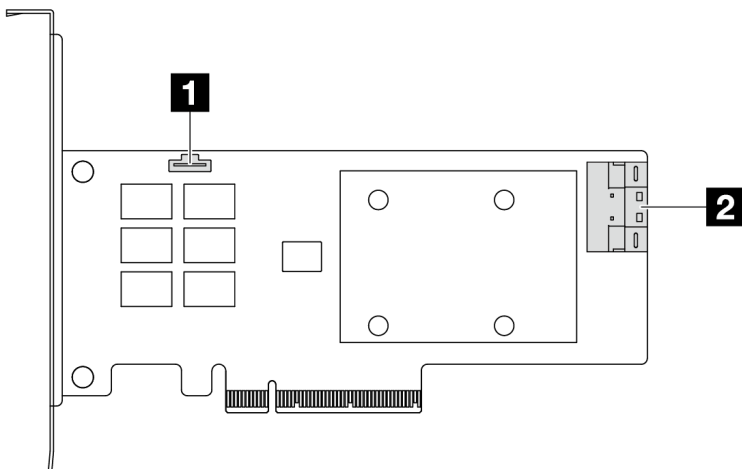

图 298. Gen 4 8i SFF RAID/HBA 适配器 (一个端口接口)
- 第 293 页图 298 “Gen 4 8i SFF RAID 适配器（一个端口接口）”